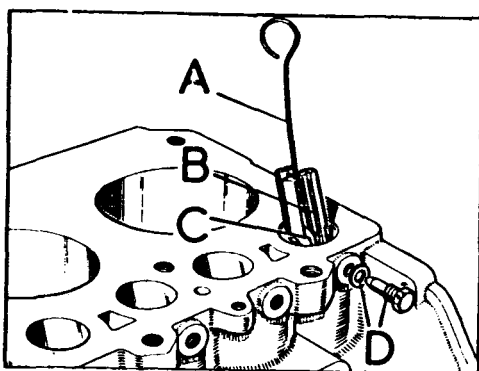

Fig. A1-77 Desmontaje de empujadores y rodillos
- 1.2. Quitar el alambre de freno de los tornillos, D (Fig. A1-77).
- 1.3. Extraer los tornillos y arandelas, D (Fig. A1-77), los cuales fijan las -- guías de los empujadores al bloque.
- 1.4. Con un alambre, A (Fig. A1-77), con la punta en forma de gancho, retirar - los empujadores, B, y los rodillos, C.
- 2.5. Apretar los tornillos de fijación, D (Fig. A1-77) de las guías definitivamente y asegurar dichos tornillos, cosiéndolos con alambre por parejas.